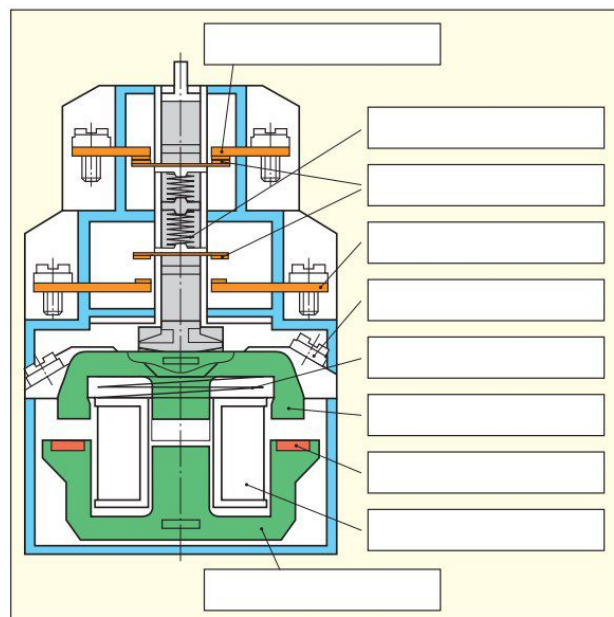

Bild 1: Aufbau eines Leistungsschützes
2. Ergänzen Sie die fehlenden Begriffe und Betriebsmittelbezeichnungen **a)** im **Bild 1, Seite 94** und **b)** im **Bild**.
Die Leistungsschütze in der Palettenförderbandanlage (**Bild 1, Seite 90**) sollen ausgewählt werden.